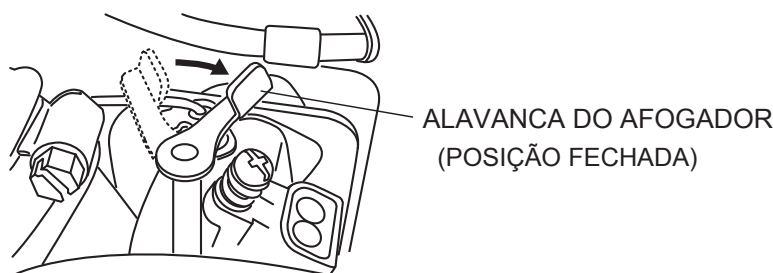

Figura 6. Alavanca do afogador
4. Se o motor falhar na partida, mova a alavanca do afogador (Figura 6) até o meio da posição de aberta para evitar o afogamento dele.